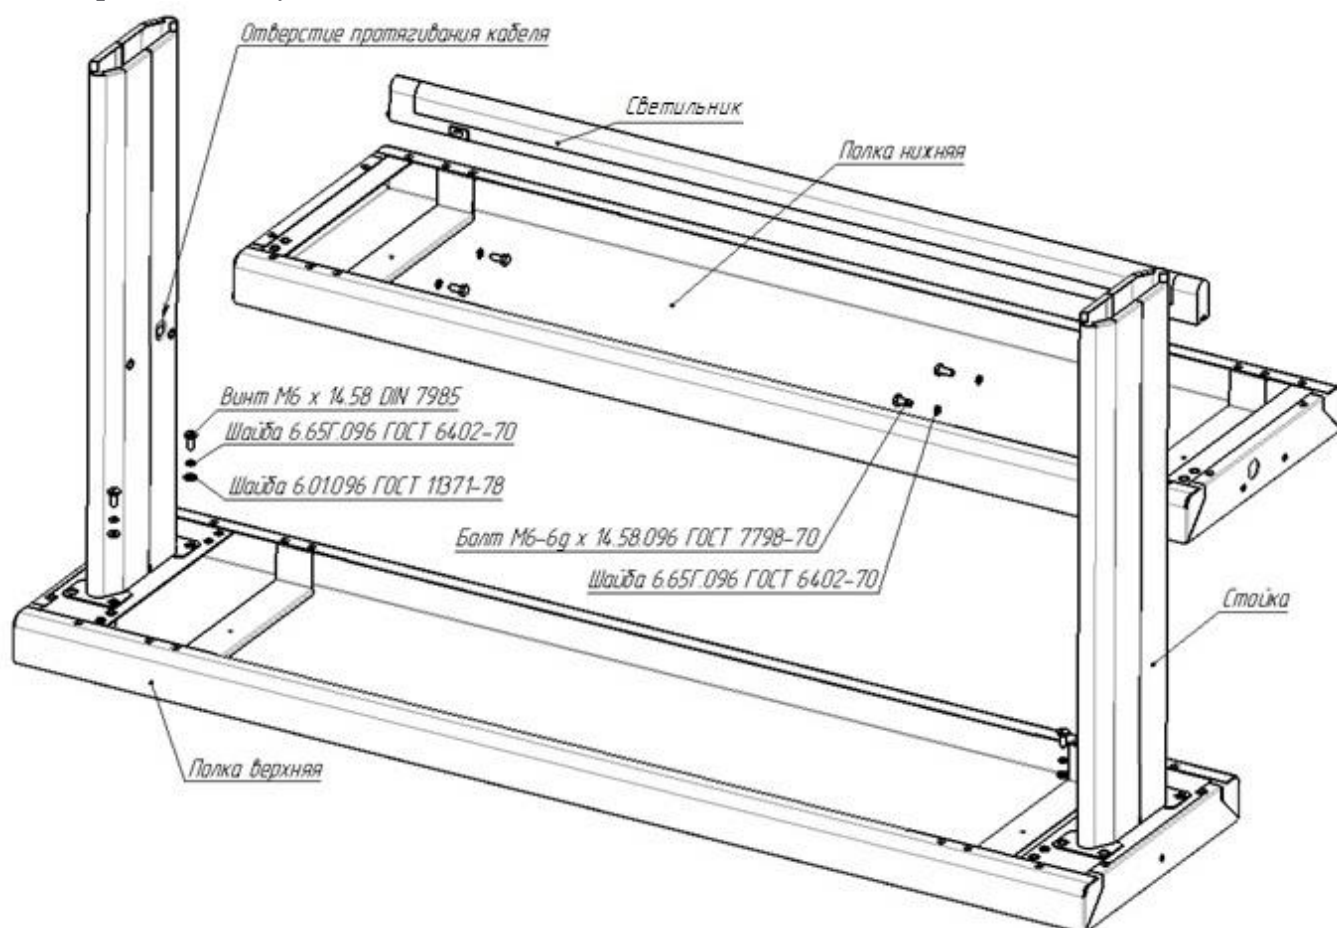

Рис. 4.1
- Установить нижнюю полку между стойками и закрепить болтами М6х14 (см. рис. 4.1);